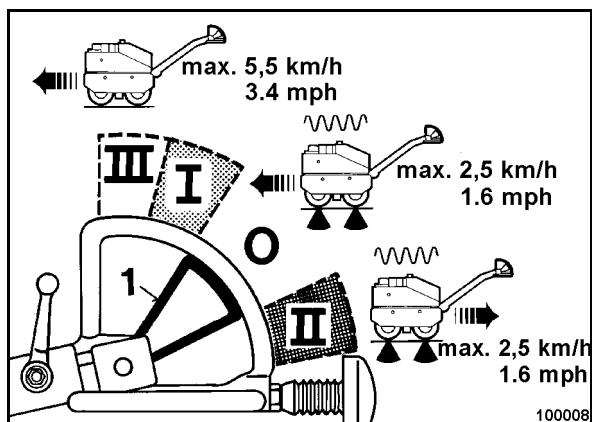

Рис. 41
- Двигаться в диапазоне "I" или "II" (Рис. 41).